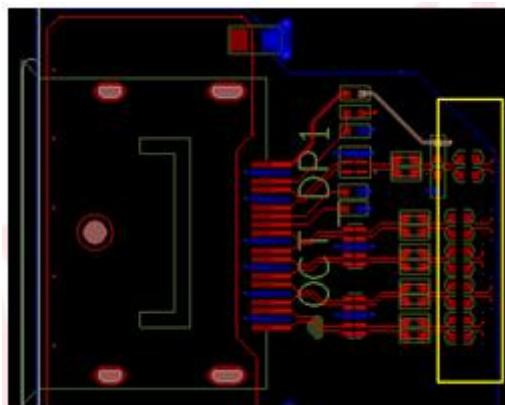

图 2.27 ESD 器件和耦合电容布局参考
- DisplayPort 信号 100nF 耦合电容尽量靠近 DisplayPort 座并对称放置，具体如图 2.27 所示。